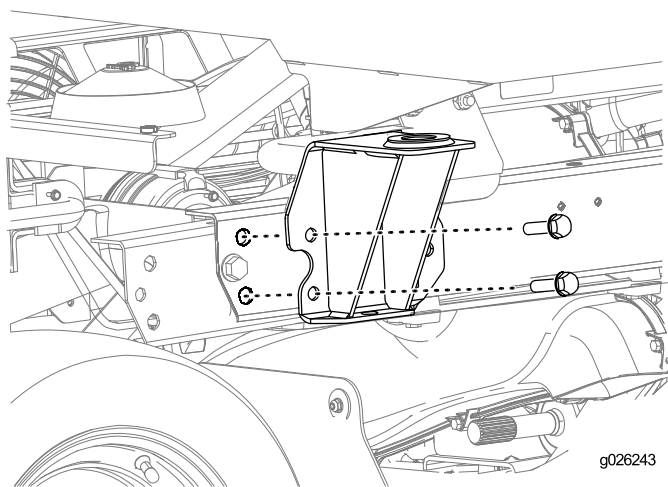

図 25
1. 機体に後ブラケットを取り付ける 図 25 ROPSアセンブリを取り外す (ページ 5) でROPS から取り外したボルト・ナット類を使用する。